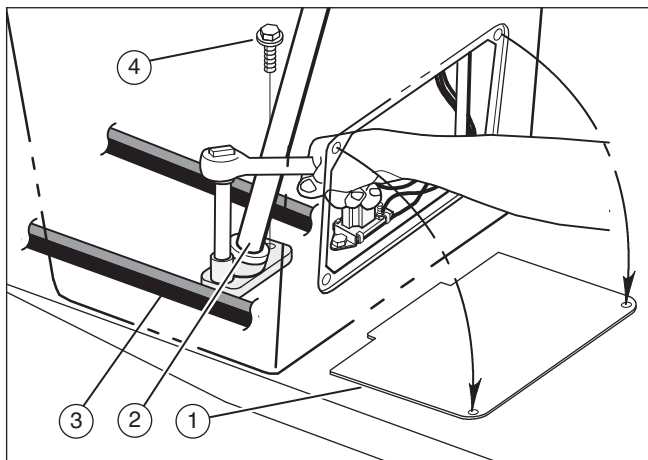

figur 18
2. Lossa justermuttern (2) från växelstaget (3) (figur 18).
7. Ta av justermuttern (2) från växelstaget (3). Dra drivremmen över växelstaget (3) (figur 18).